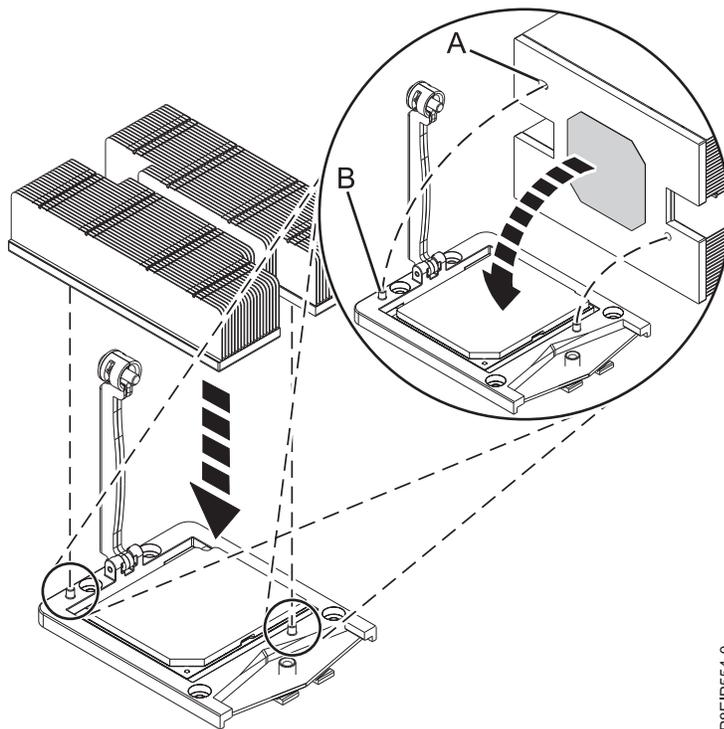

Figure 38. Installation du dissipateur thermique
10. Déplacez le dissipateur thermique du processeur vers le processeur. Abaissez avec précaution le dissipateur thermique sur le module processeur système en prenant soin d'aligner les trous du dissipateur thermique (A) avec les deux broches de guidage (B) du support, comme illustré dans la figure 38.